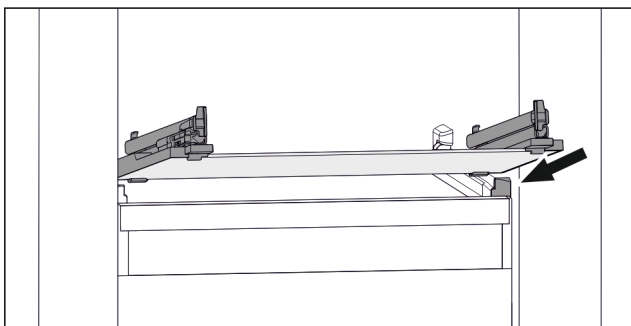

Fig. 110 Klaasplaadi näitlik kujutis
- ▶ Pange klaasplaat kaldu peatajate taga peale. (vt. Fig. 110)